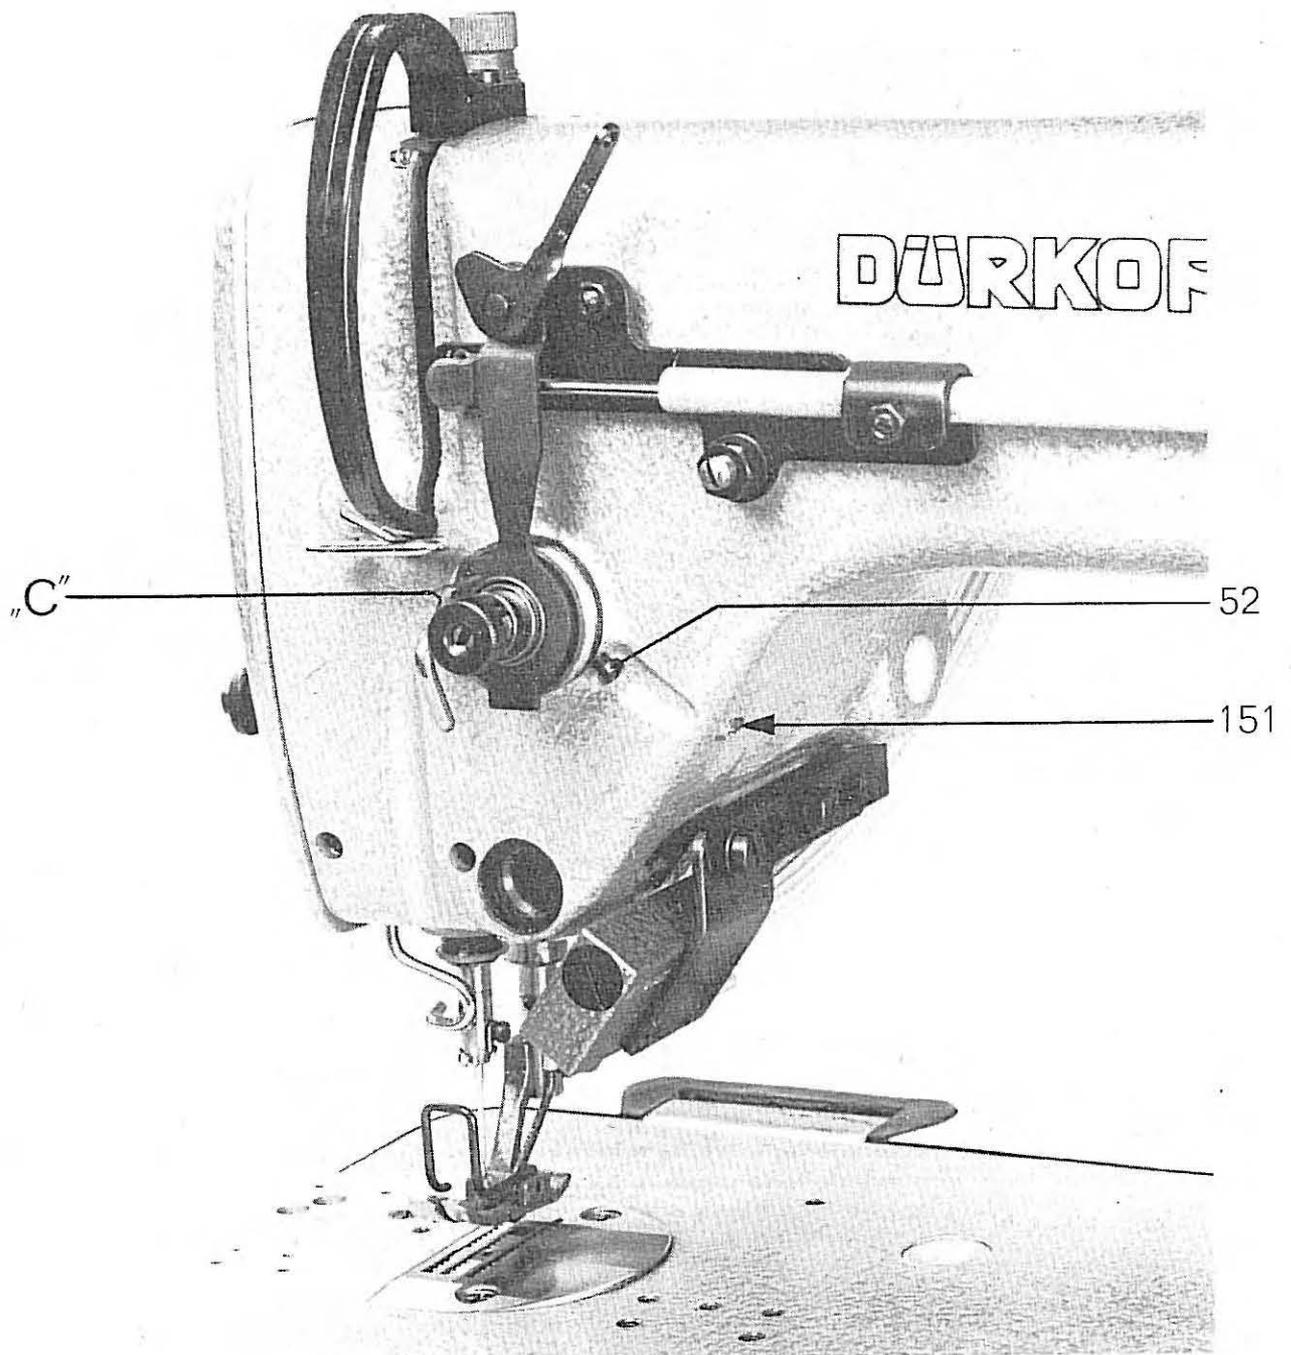

Fig. 28
23. **Changement et réglage du ressort de rappel de fil** (fig. 28)
23.1. Pour changer le ressort de rappel de fil «C» (fig. 28), desserrer la vis 151 et enlever la tension de fil complète de la machine. Changer le ressort de rappel et remettre la tension complète assez profondément dans la machine pour que le disque de tension arrière bute contre le bord de la douille de tension.
Pour **régler la course du ressort** de rappel de fil, desserrer la vis 52 (fig. 28) et tourner en conséquence la douille qui se trouve derrière les disques de tension.
Pour **régler la tension du ressort** de rappel de fil, desserrer la vis 151 (fig. 28) et tourner en conséquence l'axe de tension. Tourner à droite pour augmenter la tension et à gauche pour la diminuer.